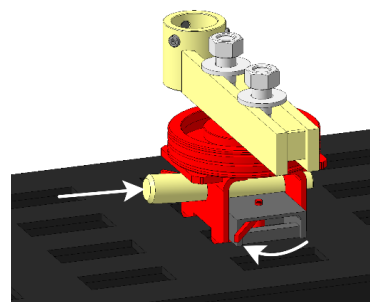

Рисунок 58
- Закрепите ОПС к платформе клином (используйте молоток, массой не более 1500 г) (рисунок 58).